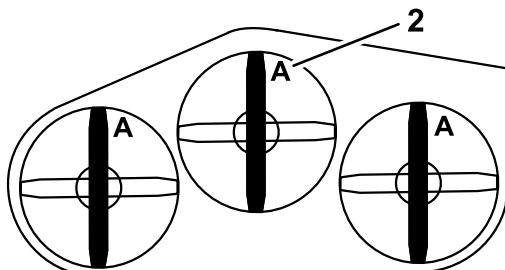

Figura 92
- Gire las cuchillas hasta que los extremos estén orientados hacia adelante y hacia atrás (Figura 92).
- Mida desde una superficie nivelada hasta el filo de corte, posición A, de las cuchillas (Figura 92).